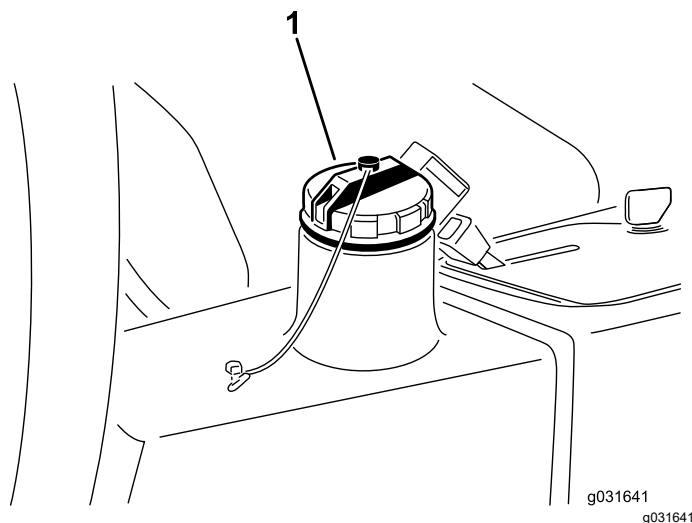

図 67
4. 油圧オイルタンク 図 67に約 13.2 リットルの油圧オイルを入れる 油圧システムを点検する \(ページ 52\)を参照。